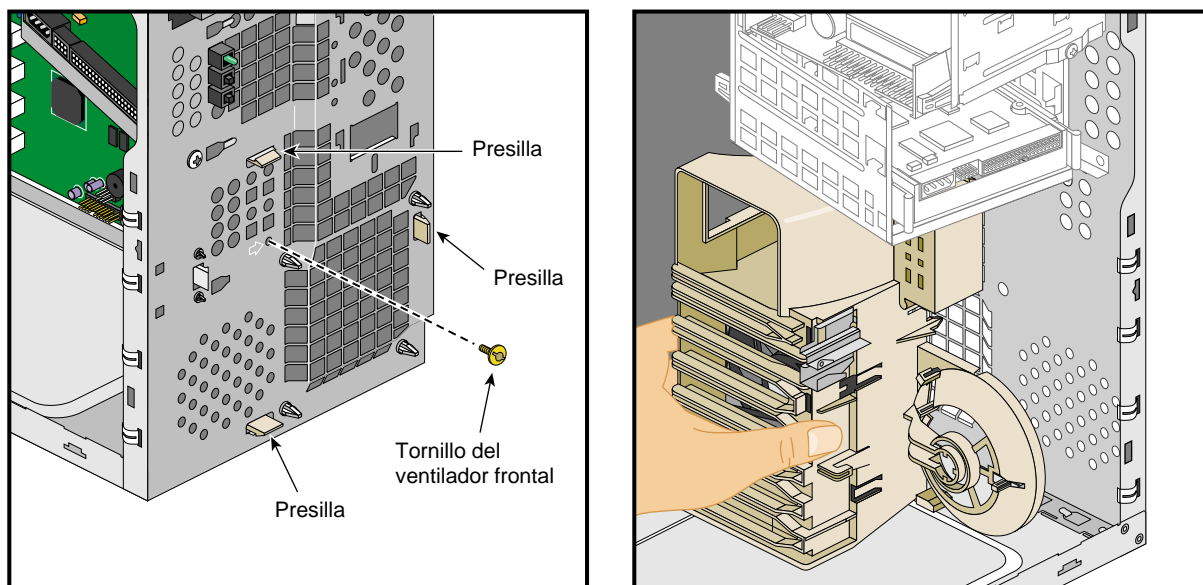

Figura 2-21 Extracción del ventilador del marco de plástico
5. Suelte las tres presillas de sujeción que se muestran en la Figura 2-21. Para ello, presiónelas de una en una mientras sujeta el marco de plástico del ventilador desde el interior del chasis.